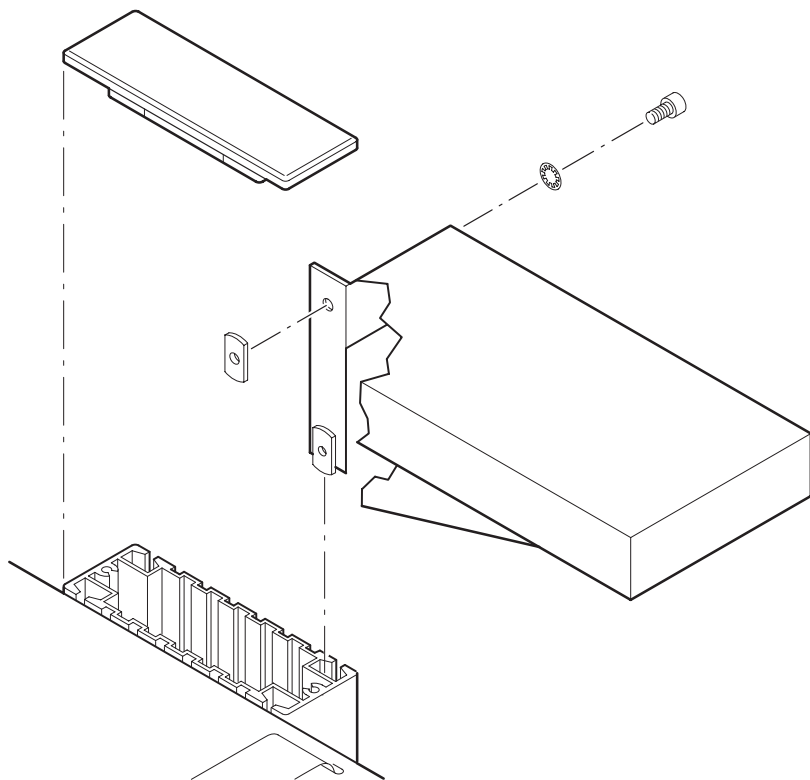

図 1: マウス用棚板の取り付け
2. 図1に示すように、ネジ、ナット、およびロックワッシャをブラケットにゆるめに取り付けます。